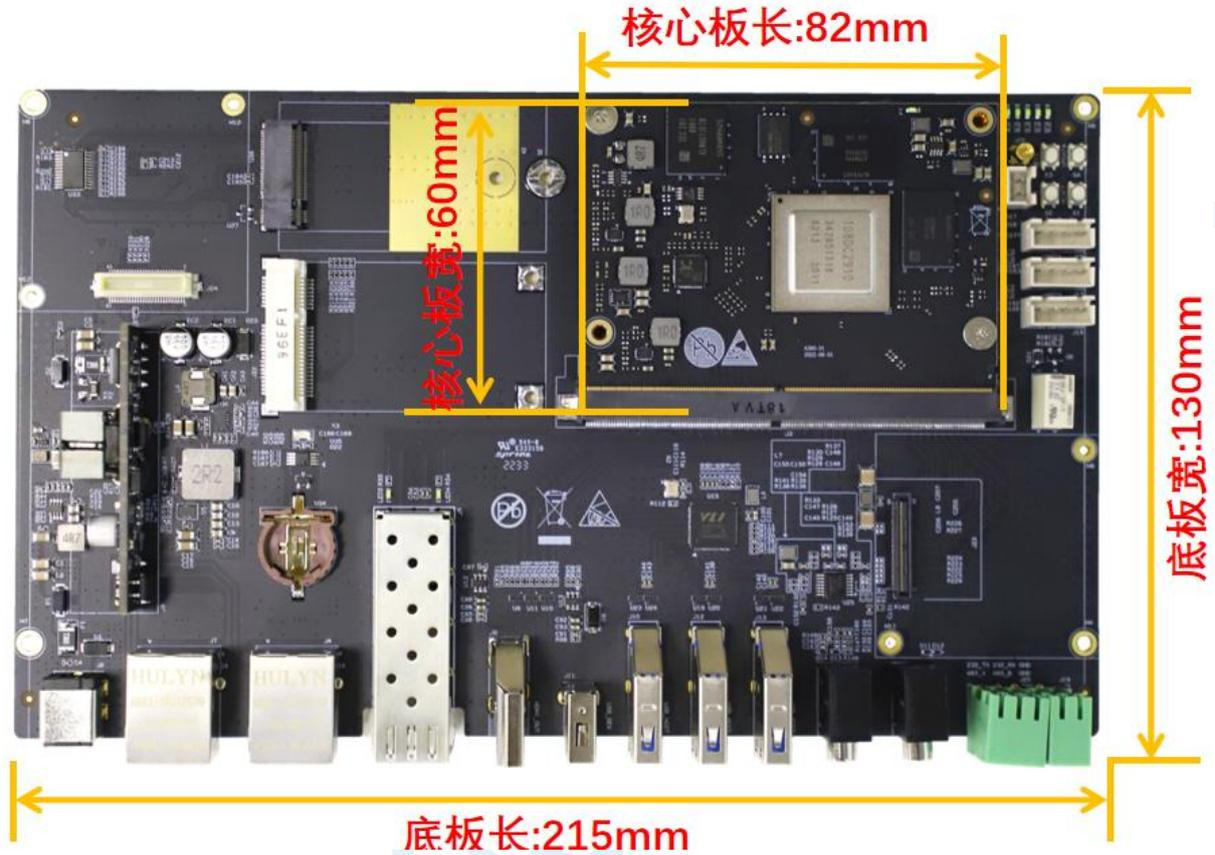

图 4.7 SS928 开发板尺寸图
- 核心板：如下图 4.7 所示 60*82（单位：mm），4 个定位孔的内孔直径为 3.2 mm。
- 底板：如下图 4.7 所示 130*215（单位：mm），4 个定位孔的内孔直径为 3.2 mm。